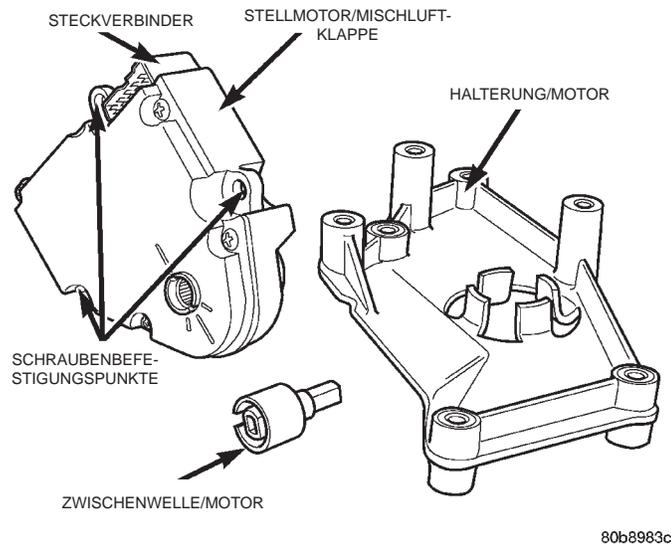

Abb. 41 Stellmotor der Mischluftklappe, Halterung und Achse
- (1) Batterie-Minuskabel (-) abklemmen und elektrisch isolieren.
- (2) Steckverbinder vom Stellmotor der Mischluftklappe abziehen.
- (3) Die Schrauben lösen, mit denen der Stellmotor der Mischluftklappe an deren Halterung befestigt ist (Abb. 41).